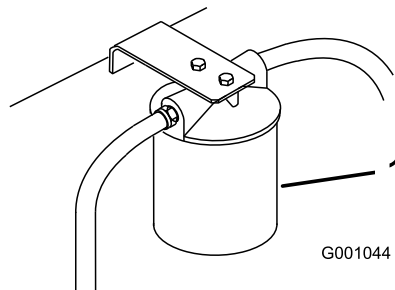

Figura 56
3. Collocate una bacinella di spurgo sotto il filtro, togliete il filtro usato e pulite la guarnizione di riduzione del filtro (Figura 56).